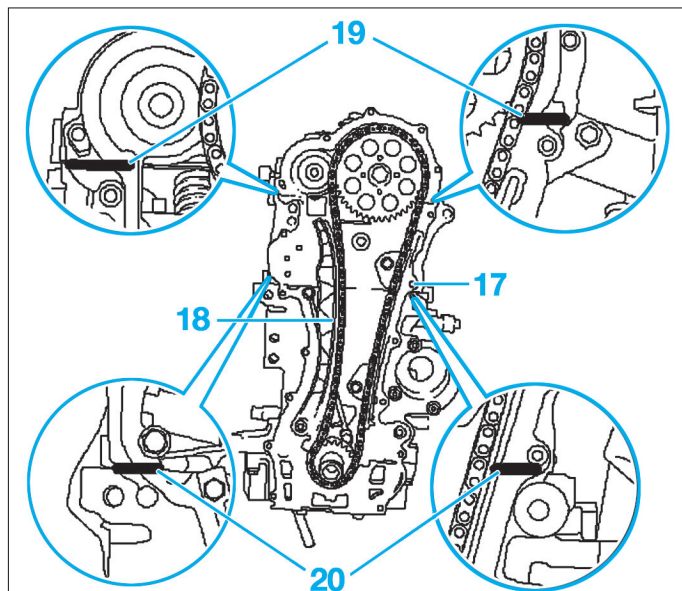
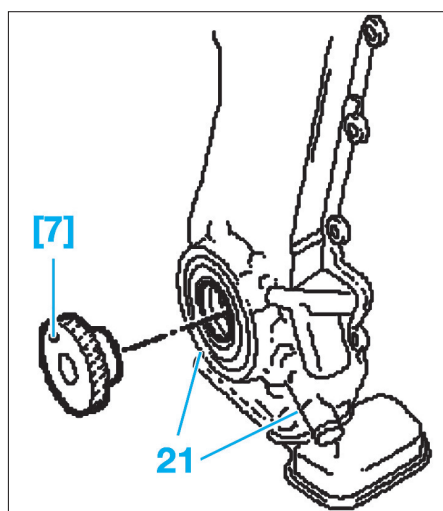
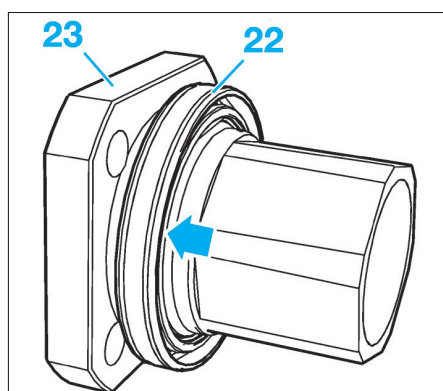

FIG. 14
FIG. 15
FIG. 16
- le guide (17) (Fig.14),
- le patin tendeur (18),
- Appliquer du joint d'étanchéité au niveau des jonctions culasse/carter d'arbre à cames (19) et culasse bloc cylindre (20).
- Positionner le carter de distribution à l'aide du centreur [7] positionner sur l'orifice de vilebrequin (Fig.15).
- Mettre en place les 2 vis (21).
- Mettre en place un joint de vilebrequin neuf (22) sur la flasque de fixation de la poulie d'entraînement des accessoires (23) (Fig.16).